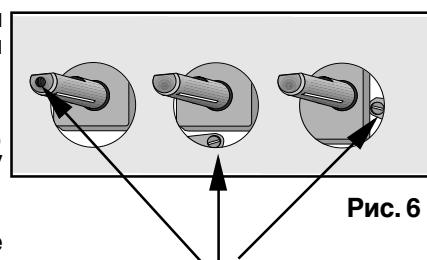

Рис. 6
- Тонкой отверткой отрегулируйте положение винта обводной подачи, расположенного по центру газового крана (см. рис. 6). При переоборудовании с природного газа